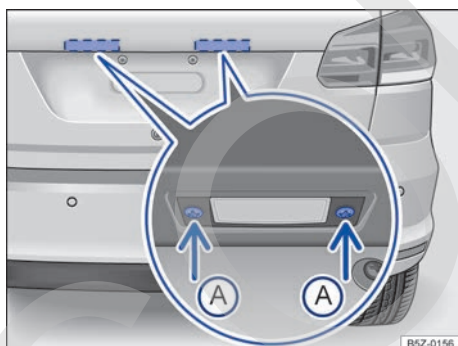

Fig. 180 En la tapa del maletero: remover la luz de la placa de licencia.
2. Con ayuda de un destornillador, retire los tornillos de fijación → fig. 180 (A) de la luz de la placa de licencia.